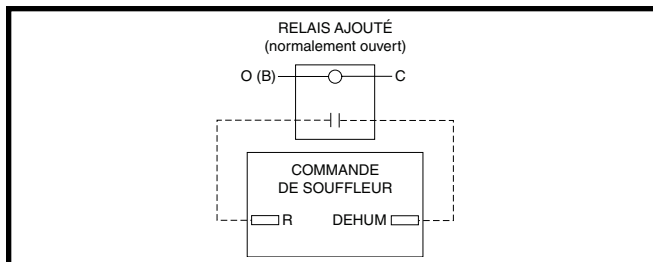

Figure 24. Configuration de câblage DEHUM sans humidistat
- Si aucun humidistat n'est à disposition, il est possible de brancher les bornes **R** et **DEHUM** par l'entremise d'un relais normalement ouvert fourni sur place. Consulter la Figure 24 (page 24). Les bornes **R** et **DEHUM** doivent être branchées aux bornes du relais normalement ouvert. Les bornes **O** (**B**) et **C** doivent alors être branchées à la bobine du relais. Cette option fait en sorte que le souffleur fonctionne à un débit (m^3/min) réduit pendant 10 minutes après un appel de refroidissement.